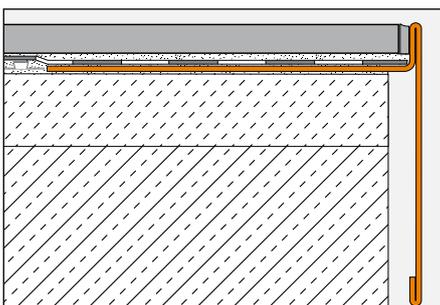
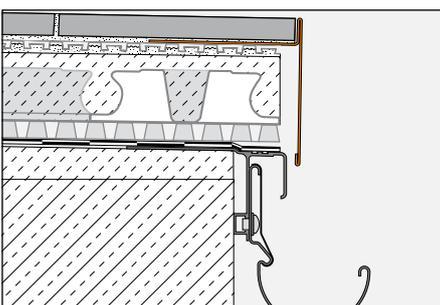

Abb. 4
Abb. 5
Verarbeitung für feste Verlegung im Verbund mit Fliesenbelag mit BARA-RT (Abb. 4 und 5)
2. Das BARA-RT ist mit dem trapezförmig gelochten Befestigungsschenkel auf den Estrichrand (Abb. 4) bzw. auf die zuvor verlegte Drainagematte Schlüter-DITRA-DRAIN (Abb. 5) in die Kontaktschicht aus Dünnbettmörtel einzubetten und vollflächig zu überspachteln.